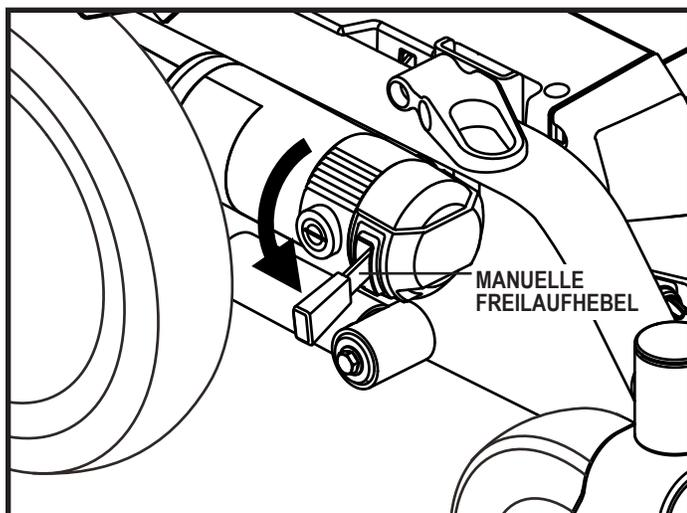

Bild 3. Freilaufmodus (Antriebsmotoren ausgekuppelt)
2. Beide manuellen Freilaufhebel herunterdrücken um in den Freilauf zu gelangen (Antriebsmotoren ausgekuppelt). **Siehe Bild 3.**